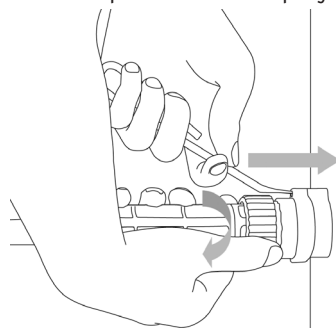

Рис. 7.5. Фиксация разъёма.
2. Нажимая ключом на стопорное кольцо, закрутите гайку плазматрона. Убедитесь в плотной фиксации соединения (См. рис. 7.5). Панельный разъем плазматрона показан на рисунке 7.6.